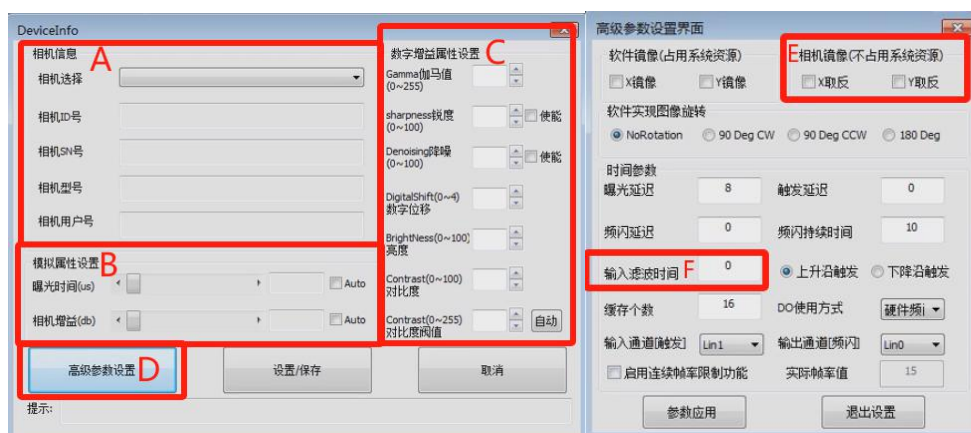

图 2-4
- C. **相机设置**: 当图像效果需要进行相机参数操作时，点击“相机设置”进入如下图 2-4 界面：
- d. **高级参数设置:**点击弹出高级参数设置界面,如图 2-4 右侧所示;